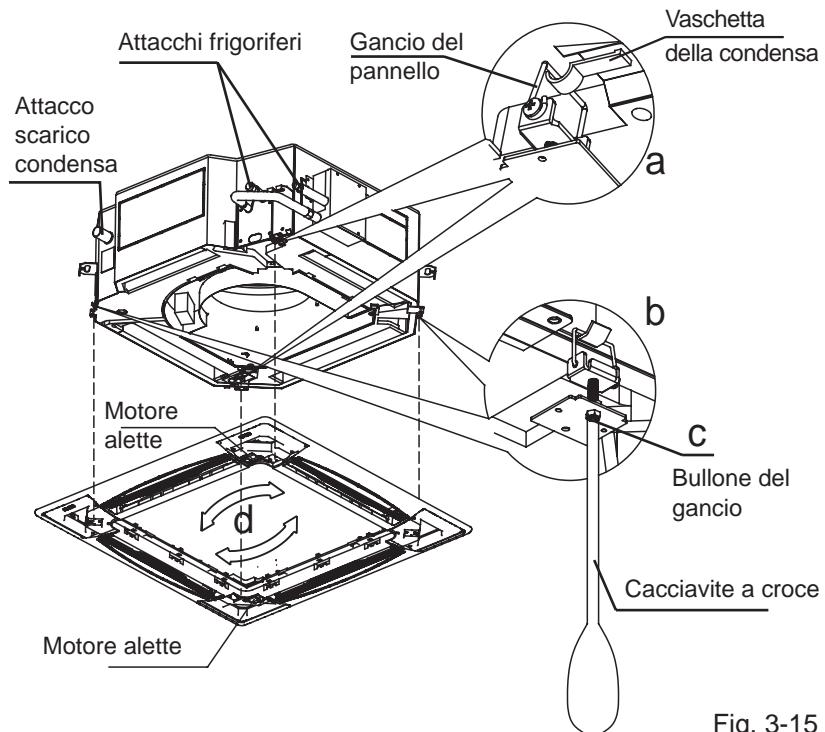

Fig. 3-15
- (1) La parte del pannello contrassegnata dall'indicazione "PIPING SIDE" ("LATO TUBAZIONE") e "DRAIN SIDE" ("LATO SCARICO CONDENSA") deve essere allineata all'uscita della tubazione e l'uscita dello scarico condensa sul corpo principale dell'Unità.
- (2) Fissare i ganci del pannello al motore alette e i suoi lati opposti ai ganci del corrispondente ricevitore dell'acqua (vedi la Fig. 3.15, a). Successivamente, appendere gli altri due ganci del pannello alle staffe corrispondenti del corpo dell'Unità (vedi la Fig. 3.15, b).
- (3) Inserire il filo del motore alette nell'asola all'interno del pannello, poi collegare i terminali del motore alette al terminale nel box elettrico principale. Avvolgere i terminali di collegamento con una guaina protettiva, e utilizzare un dispositivo affidabile per fissare e rafforzare l'isolamento di sicurezza dei terminali.
- (4) Regolare le 4 viti dei ganci del pannello, in modo da mantenere il pannello in posizione orizzontale, ed avvitarle ugualmente al soffitto (vedi la Fig. 3.15, c).
- (5) Regolare leggermente il pannello in direzione della freccia in Fig. 3.15, d, per far combaciare il centro del pannello al centro dell'apertura nel soffitto. Assicurarsi che i ganci ai 4 angoli siano ben fissati.